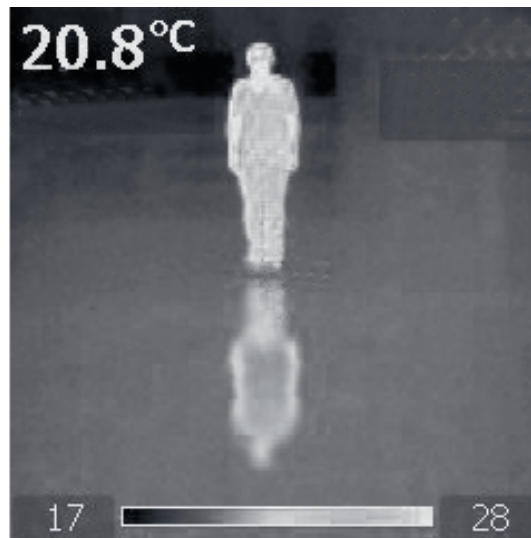

Bild 3: En persons värmebild och dess reflektion på marken
- Reflektioner från speglade ytor (bild 3)